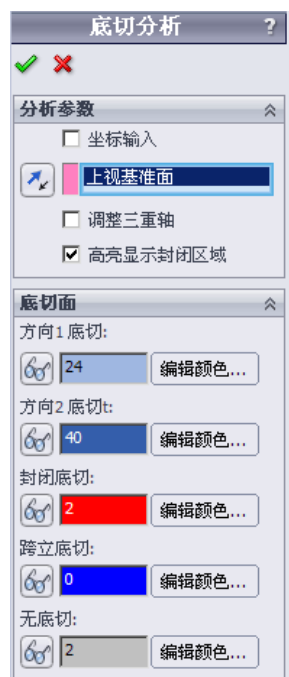

图 10.6.3 “底切分析”对话框
Step1. 在“模具工具”工具栏中单击 $\square$ 按钮，系统弹出“底切分析”对话框，如图 10.6.3 所示。
Step3. 观察底切面的颜色。系统自动在 **底切面** 区域中显示图 10.6.3 所示的结果。